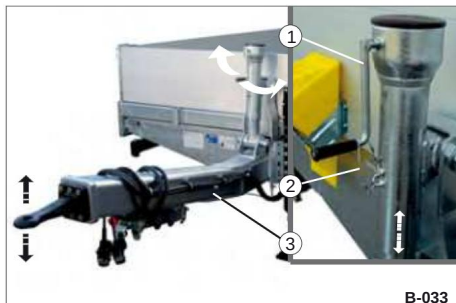

Fig. 40 Højdejustering af trækstangen
• Afbryd sikkerhedslinen (fig. 40/2).
• Drej håndsvinget (fig. 40/1) højre eller venstre, og indstil højden på trækstangen (Fig. 40/3) på boltkoblingen (Fig. 43/2) på traktoren.
• Juster krumtapet (fig. 40/1) nedadgående.
• Klem sikkerhedslinen fast (fig. 40/2).